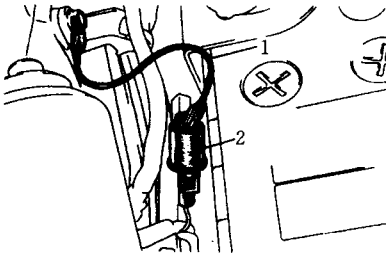

图16 点火正时插接器——钻石
①拉手制动器，启动并运转发动机达到正常工作温度。关闭所有灯、附件，前轮指向正前方。自动变速器置于P档，手动变速器置于空档。
②如果怠速不符合要求，调整到正确值。
③关闭发动机，从点火正时调整插接器上拆下防水套，该插接器位于驾驶室前壁中心偏左侧处(图16)。